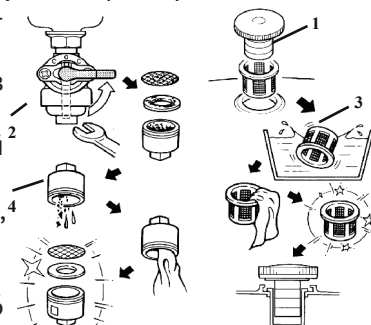

рис. 6
- снимите крышку бензобака (рис.6 поз.1) и колпачок крана подачи бензина (рис.6 поз.2), стараясь не повредить уплотнение;
- удалите загрязнения с фильтров (рис.6 поз.3 и 4) промыванием в растворителе (типа Уайт-Спирит) и продувкой;
6.6.2 Слейте или полностью выработайте имеющееся в баке топливо (слив производится снятием колпачка крана подачи топлива (рис.6 поз.2)).